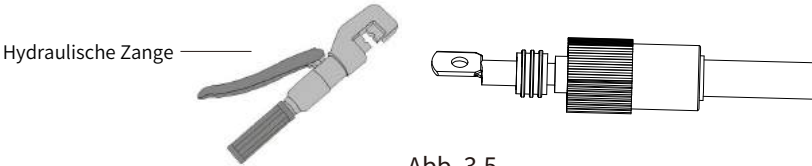

Abb. 3.5
c) Klemmen Sie die Metallklemme an, wie in Abb. 3.5 dargestellt.